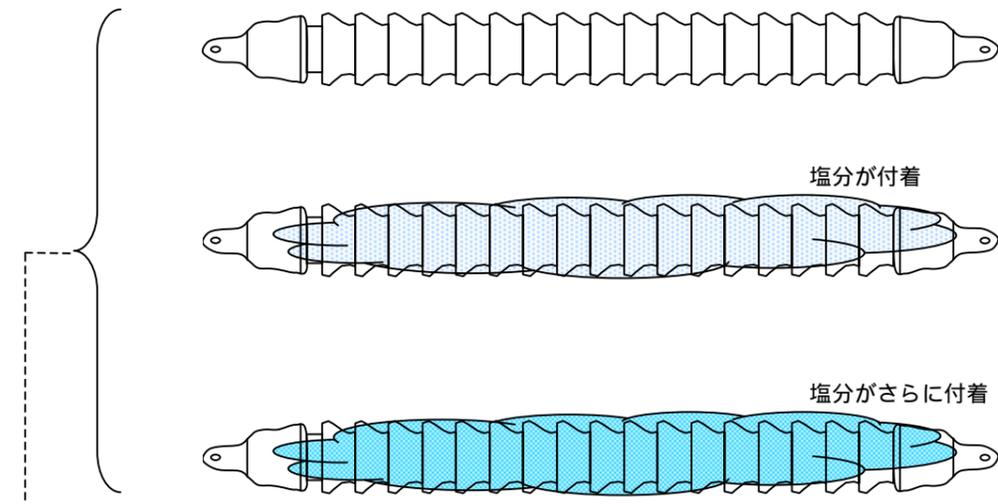

図1 がいしの状態のイメージ
2. この耐電圧はがいしの長さなどによって決まりますが、通常の運転電圧よりも高い電圧に耐えられるように、裕度を持って設計をしております。しかし、図1のようにがいしに塩分が付着すると絶縁の強さは小さくなります。